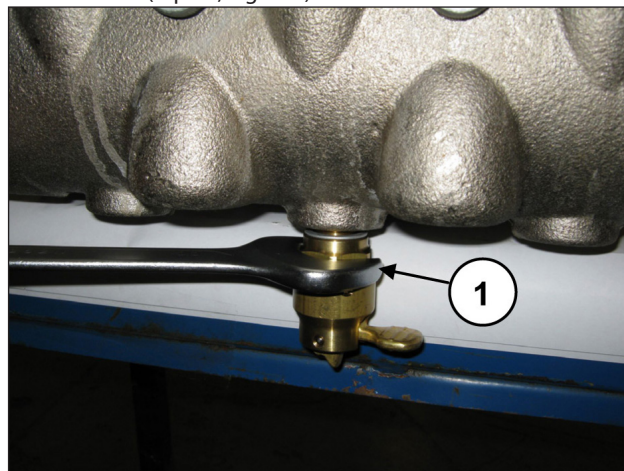

Fig. 109
Dévisser le dispositif d'ouverture des soupapes à l'aide d'une clé de 30 mm (rep. ①, Fig. 109).